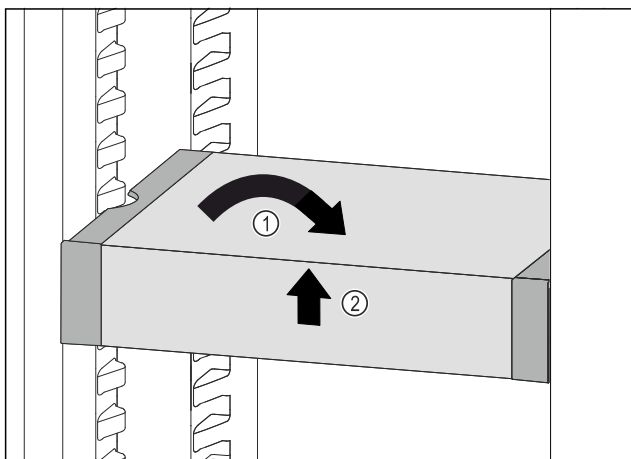

Fig. 129
- Placer VarioSafe lige, Fig. 129 (1)
- Løft VarioSafe op foran, Fig. 129 (2)